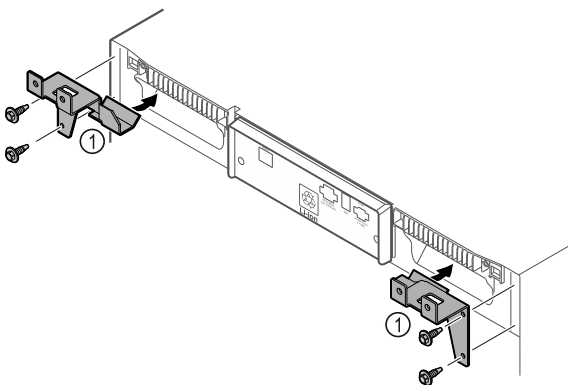

Fig. 52
- ▶ Смонтируйте на устройстве удерживающие элементы Fig. 52 (1), используя самонарезающие винты.